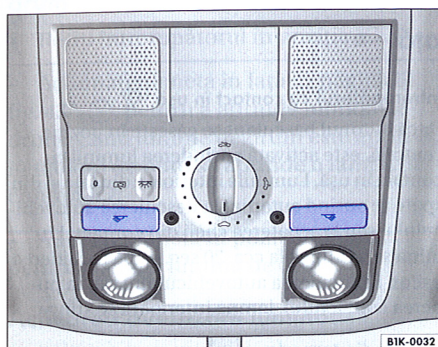

Fig. 45 Plafonul: Lămpile pentru citit din față
- Apăsați tasta ⇒ fig. 45, pentru a aprinde lampa pentru citit.